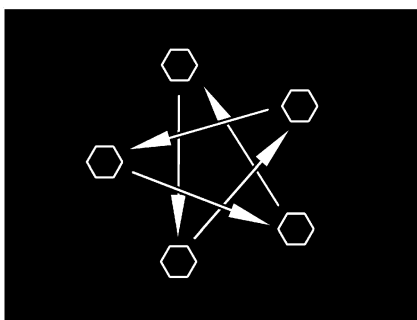

Fig. 267 Apretar las tuercas o los tornillos de las ruedas en forma de cruz
- Comprobar periódicamente que las tuercas o tornillos de las ruedas estén firmemente apretados. Reajustar en forma de cruz (Fig. 267) las tuercas o tornillos después de cambiar una rueda, al cabo de 50 km.
- ▷ Apretar en forma de cruz las tuercas o los tornillos de las ruedas (Fig. 267).